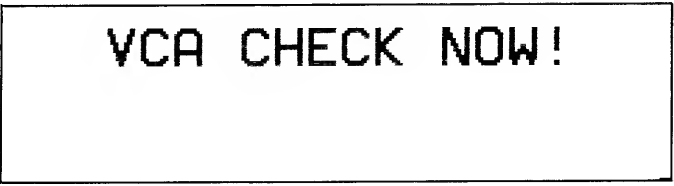

Fig. 12/図12
- 1. Press the **NUMBER/8** button. The LCD displays as shown in fig. 12.
- LCD ディスプレイに、図12のように表示されます。